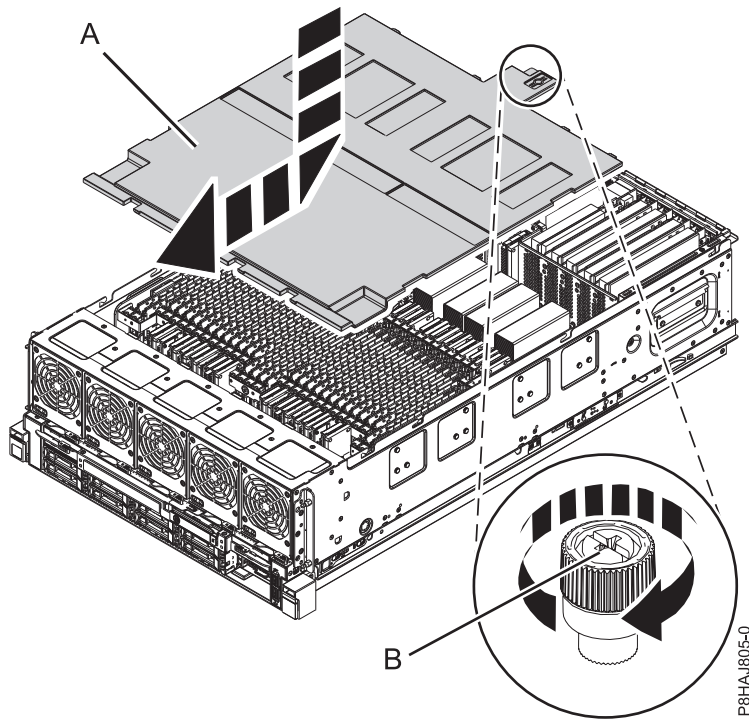

Figura 41. Substituindo a tampa de segurança
2. Empurre a tampa de segurança (A) na direção do chassi.
3. Aperte o parafuso (B) ao girá-lo na direção mostrada no Figura 41 na página 60 para prender a tampa de segurança no chassi.